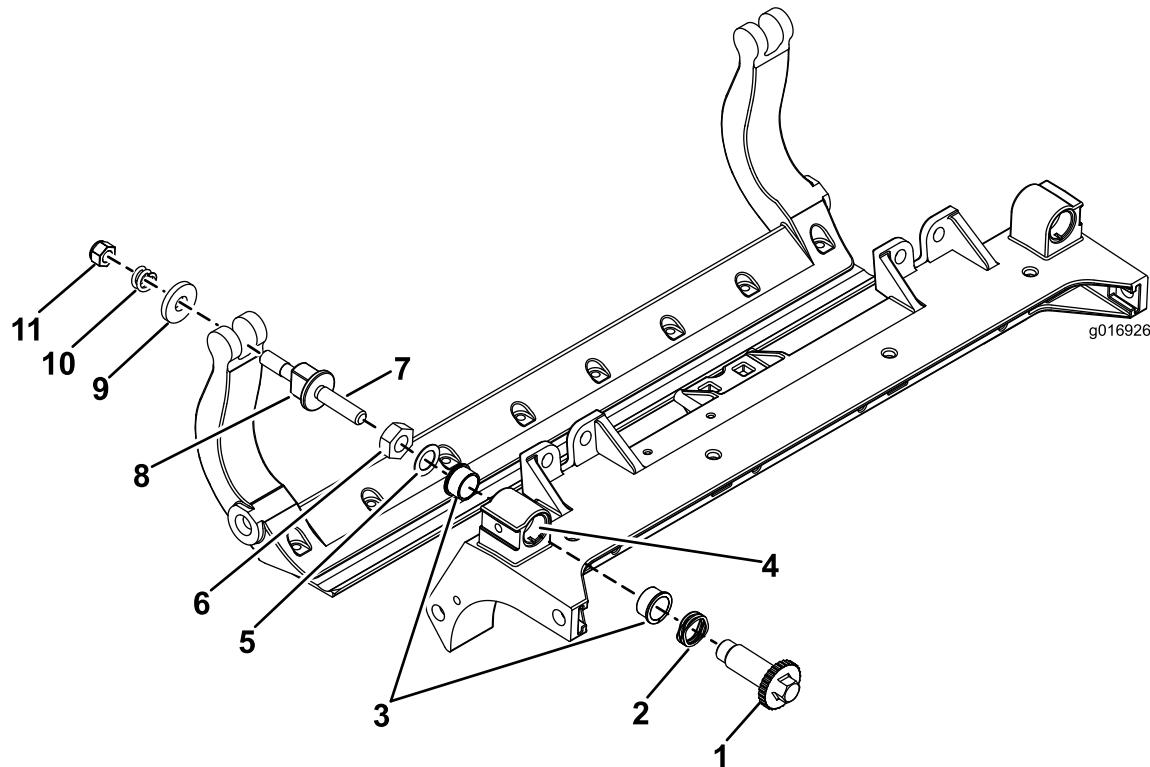

Figura 33
2. Aplique antigripante al interior del alojamiento de los casquillos del bastidor central de la unidad de corte (Figura 33).
3. Alinee los salientes de los casquillos con brida con las ranuras del bastidor, e instale los casquillos (Figura 33).
4. Instale una arandela ondulada sobre el eje del ajustador e introduzca el eje del ajustador en los casquillos con brida del bastidor de la unidad de corte (Figura 33).
5. Sujete el eje del ajustador con una arandela plana y una contratuerca (Figura 33). Apriete la contratuerca a 20-27 N·m.
1. Retire todas las piezas (consulte las *Instrucciones de instalación* del Kit HD DPA Modelo 120-7230 y Figura 33).
9. Sujete la barra de asiento a cada chapa lateral con los pernos de la barra (con tuercas en los pernos) y las 6 arandelas. Debe colocarse una arandela de nylon en cada lado del saliente de la chapa lateral. Coloque una arandela de acero por fuera de cada arandela de nylon (Figura 33). Apriete los pernos de la barra de asiento a 37-45Nm. Apriete las contratuerzas hasta que la arandela de acero exterior deje de girar, y la holgura quede eliminada, pero no apriete demasiado ni desvíe las chapas laterales. Las arandelas del interior pueden tener cierta holgura (Figura 33).
10. Apriete la tuerca de cada ajustador hasta que los muelles de compresión estén comprimidos del todo, luego afloje la tuerca 1/2 vuelta (Figura 33).